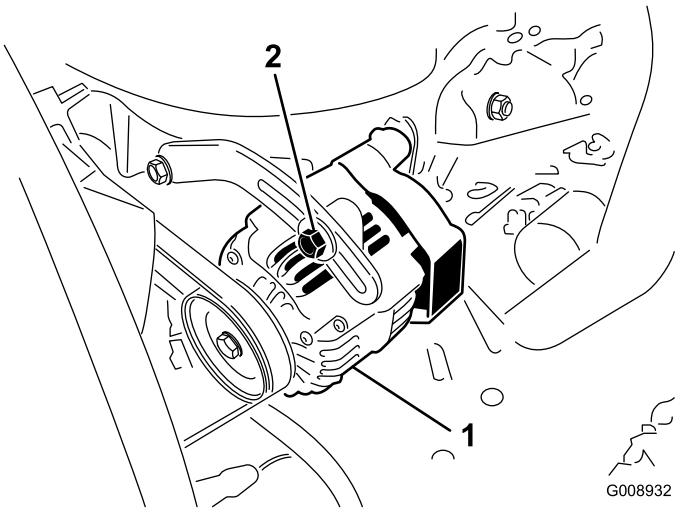

Figure 105
Vérifiez l'état et la tension des courroies (Figure 105) toutes les 100 heures de fonctionnement.
3. Si vous n'obtenez pas une flèche de 10 mm, desserrez les boulons de fixation de l'alternateur (Figure 105).